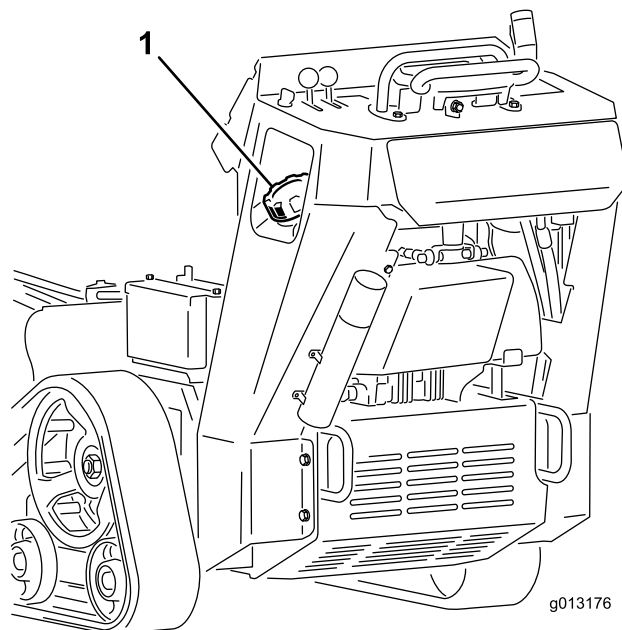

Figura 16
3. Pulite l'area attorno al tappo del serbatoio del carburante e rimuovetela (Figura 16).